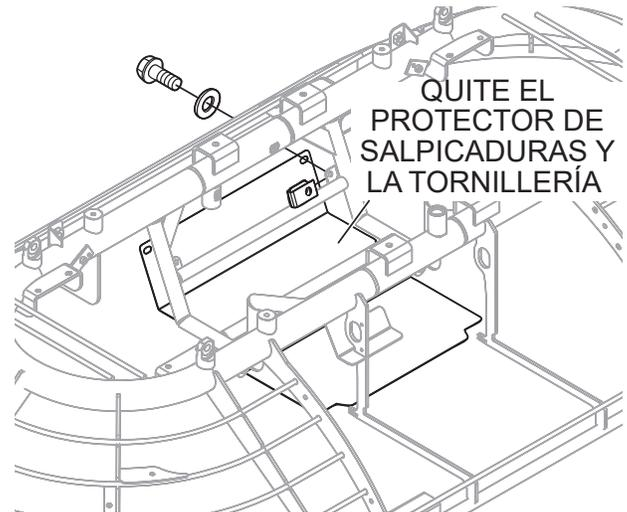

Figura 6. Retire el protector de salpicaduras
1. Quite el colector de salpicaduras y la tornillería del bastidor de la alisadora. Aparte a un lugar limpio y seguro. Vea la Figura 6.